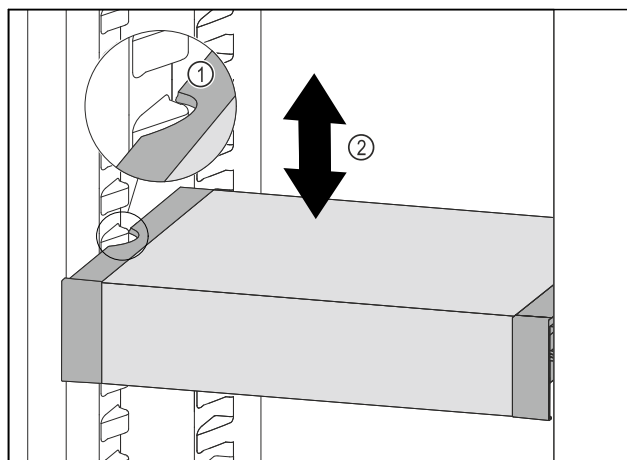

Fig. 87
- Træk VarioSafe fremefter, indtil udsparingerne i siden på VarioSafe er på niveau med beholderribben i kølesektionen. Fig. 87 (1)
- Flyt VarioSafe op eller ned i kølesektionen, indtil den ønskede højde er nået. Fig. 87 (2)